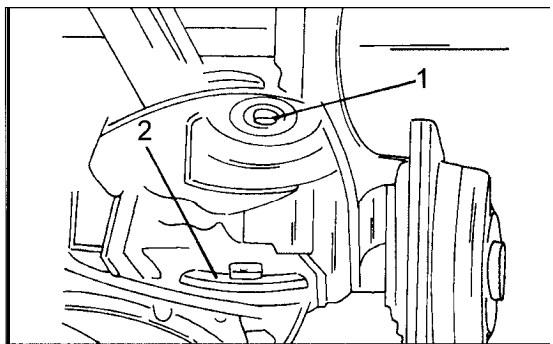

Bild 283
● Den oberen Federsitz (1) und den unteren Sitz (2) in Bild 283 von den gezeigten Stellen abnehmen.